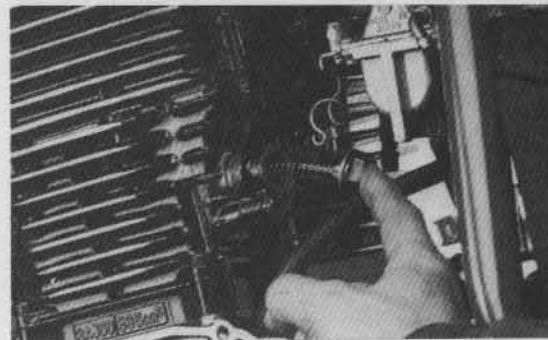

Bild 147
- Steuerkettenspanner mit neuer Dichtung bei ganz eingefahrenem Druckstößel mit zwei Schrauben SW 5 am Zylinder befestigen. Feder und Druckschraube mit neuer Kupferdichtung eindrehen (20 Nm, Bild 147).